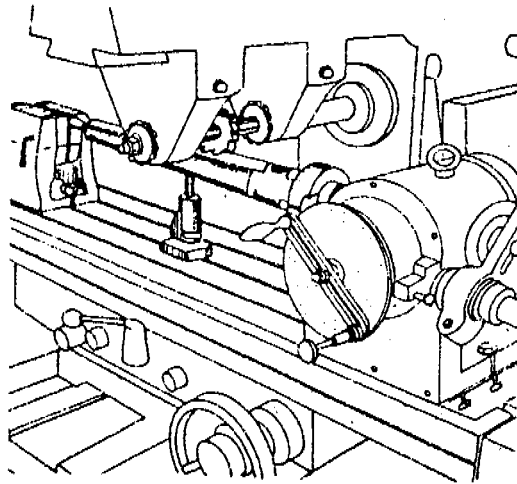

Figura 9
*Cuando la pieza que se toma entre puntos o entre plato y punto es muy larga o muy delgada conviene darle un tercer apoyo ( Figura 9 ), para evitar que flexione. Incluso en ciertas oportunidades cuando la pieza es larga y delgada se usa un doble apoyo adicional ( Figura 10 ). En ambos casos se recomienda el uso de gatos.*